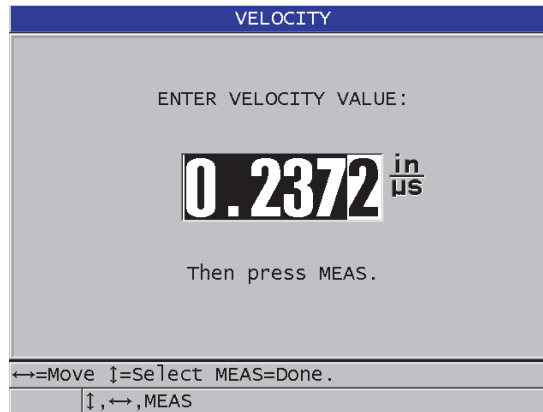

Abbildung 5-7 Eingabe einer bekannten Schallgeschwindigkeit im Werkstoff
2. Korrigieren Sie im Fenster **SCHALLGSCHW** (siehe Abbildung 5-7 auf Seite 90) mit den Pfeiltasten die Schallgeschwindigkeit auf den bekannten Wert.